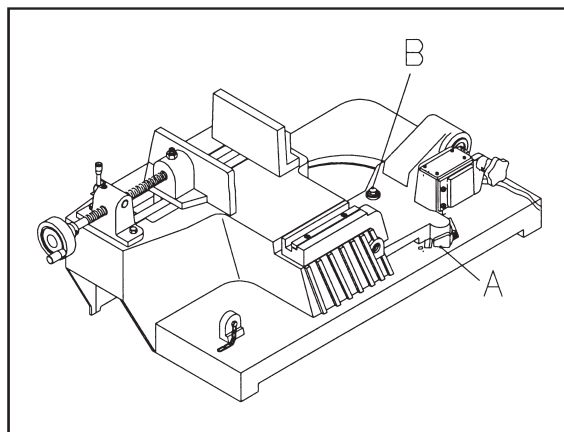

Fig. 4
La machine utilise un bloc à onglets pivotant pour les coupes obliques de 0 à 45 degrés. Le bras pivotant comporte un index - (A) de la Fig. 4. La machine est pré réglée à zéro degré à sa sortie d'usine. La coupe oblique se règle de la manière suivante :
1. Desserrez le boulon (B) pour libérer le bras.